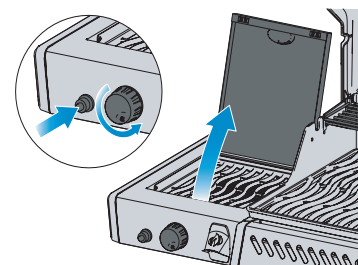

Fig. 3
4. Om brännaren inte tänds – vrid brännarens vred medurs till AV-positionen. Vänta 5 minuter. Upprepa steg 2 och 3. (Bild 3)